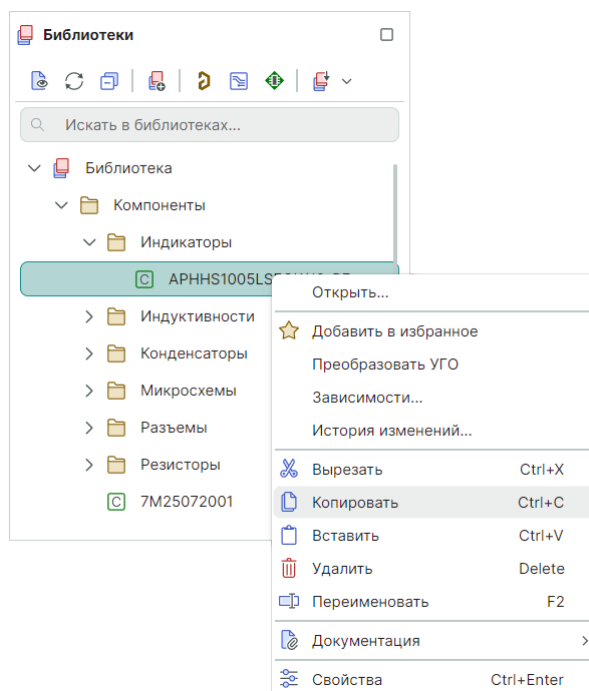

Рис. 341 Вызов функции копирования библиотечного объекта
- Вызов функции копирования осуществляется только из контекстного меню в иерархии библиотеки, см. Рис. 341.